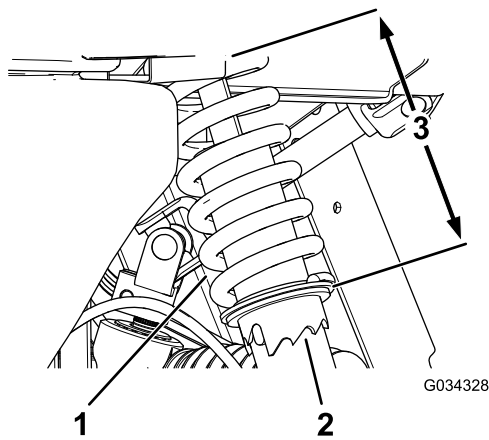

図 53
1. 特殊工具 TORO Tool No. 6010 を使って、ショックアブソーバのカラーを回転させてスプリングの長さを変更する **図 53**。